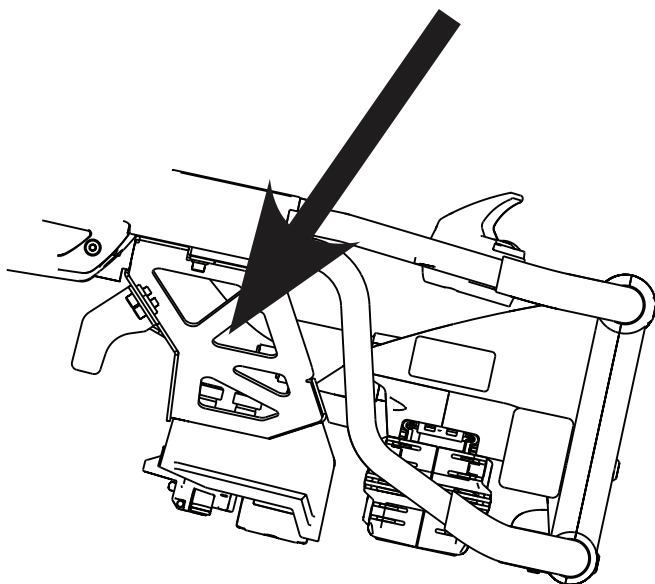

Figur 26 – Hæv dropstativet, og positionér defibrillatorbakken (model 6506 vist)
3. Hvis produktet er forsynet med et dropstativ, skal stativet (A) hæves til opret position (Figur 26).
5. Placér defibrillatorplatformens indvendige ben (B) i retning af produktets hovedende (Figur 26).